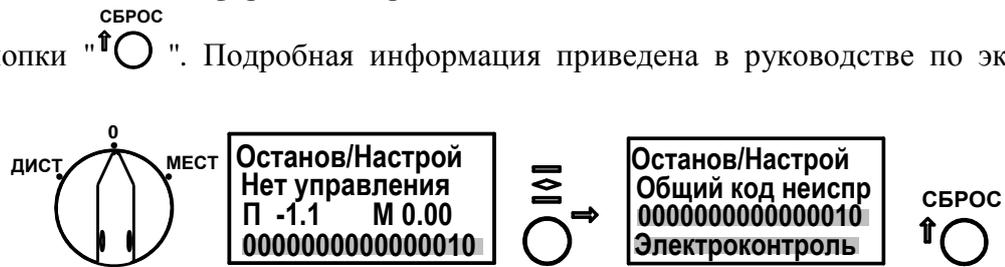

Рисунок 10 – Пример индикации неисправности защиты по электрическим параметрам
2.9.3 Если в режиме "Останов/Настройка" на нижней строке дисплея выводится **общий код неисправности "0000000000000010"**, то при нажатии кнопки " " на нижней строке выводится наименование неисправности – "Электронконтроль" (защита по электрическим параметрам), см. рисунок 10.